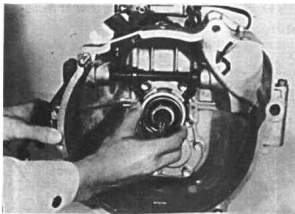

图 10-7
(1) 从输入轴轴承保持架上拆下离合器分离轴承 (图 10-7)。